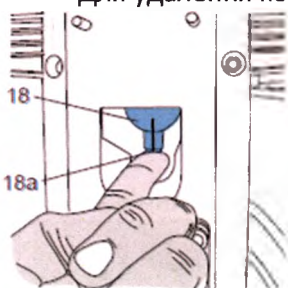

Рис.45
- Удаление конденсата (рис.45).
- Для удаления конденсата из водоотделителя (18) откройте вентиль (18a)